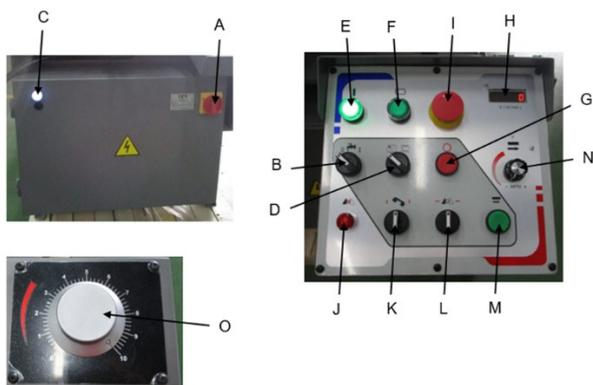

Abb. 7-1: Bedienelemente der Maschine
- Verkantet sich das Sägeband beim Sägen im Werkstück oder wird es eingeklemmt, muss die Maschine mit dem Not-Aus-Schalter (I, Abb. 7-1) sofort abgeschaltet werden. Den Spannstock danach langsam und vorsichtig öffnen, das Werkstück herausnehmen und überprüfen, ob das Sägeband oder seine Zähne gebrochen oder beschädigt sind. Sind sie gebrochen oder beschädigt, das Sägeband durch ein neues ersetzen.
Den Knopf (N, Abb. 7-1) drehen, um die Bandgeschwindigkeit einzustellen.
Die Maschine an die Stromquelle anschließen. Den Hauptnetzschalter (A, Abb. 7-1) auf ON schalten. Die Netzkontrollleuchte (C) leuchtet auf.
1. Die Taste (D) drücken, um die Hydraulikpumpe zu starten.
Wenn der Spannvorgang des Spannstocks fehlschlägt, leuchtet die Kontrollleuchte (J, Abb. 7-1) auf.
1. Die Taste (E) drücken, um die Hydraulikpumpe zu starten.